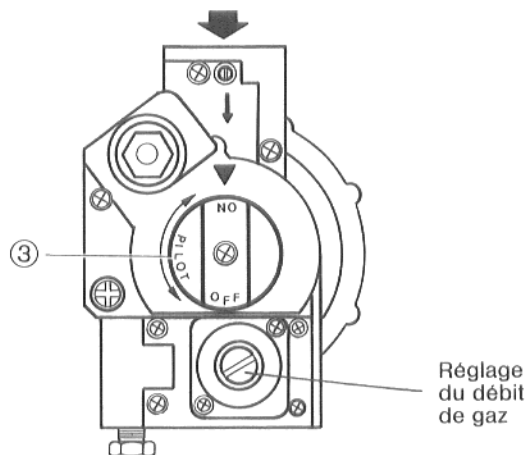

Fig. 22
● Au bloc de brûleur gaz "Honeywell" V 400 dévisser la vis de protection se trouvant sur la vis de réglage du régulateur de pression gaz pour régler le débit de gaz (Fig. 22).
- Régler l'interrupteur service ① sur position "0" (AUS = ARRÊT).
- Tourner le bouton ③ du bloc gaz ④ jusqu'à ce que le marquage "PILOT" est pointé sur la flèche (Fig. 22).
- Tourner le bouton ③ en sens horaire jusqu'à ce que le marquage "PILOT" est pointé sur la flèche. Pousser légèrement le bouton (2 mm environ) et tourner vers la droite jusqu'à ce le marquage "OFF" est pointé sur la flèche (Fig. 22).
- Couper le courant électrique de l'installation. Placer l'interrupteur service ① sur la position "0" (AUS = ARRÊT).